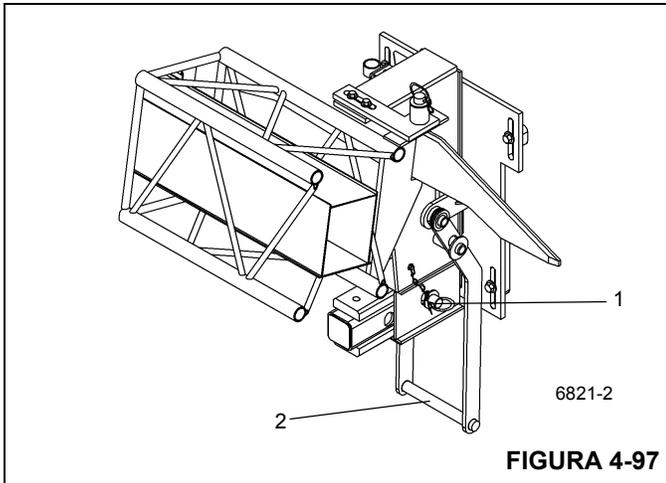

FIGURA 4-97
14. No suporte de armazenamento traseiro, remova o pino de retenção (Figura 4-97, 1) que fixa o suporte deslizante na posição "EXTERNA". Pressione a alavanca (Figura 4-97, 2) para empurrar a lança articulada contra a parte traseira da lança.
15. Desengate as conexões de fixação da lança articulada dos olhais de fixação da extremidade da lança. Instale o pino de retenção (Figura 4-97, 1) que fixa o suporte deslizante na posição "INTERNA".